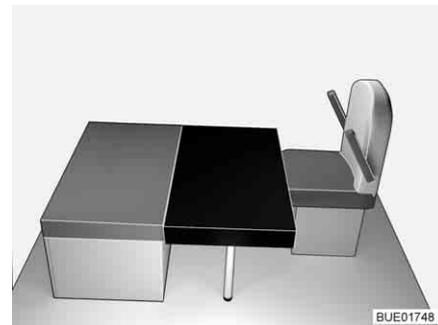

Fig. 125 Después de la transformación
- Colocar el cojín adicional cuadrangular en la mesa (delante del cojín del asiento del banco, véase Fig. 125). En esto, el recorte en el cojín adicional se encuentra en la pared de apoyo delantera.